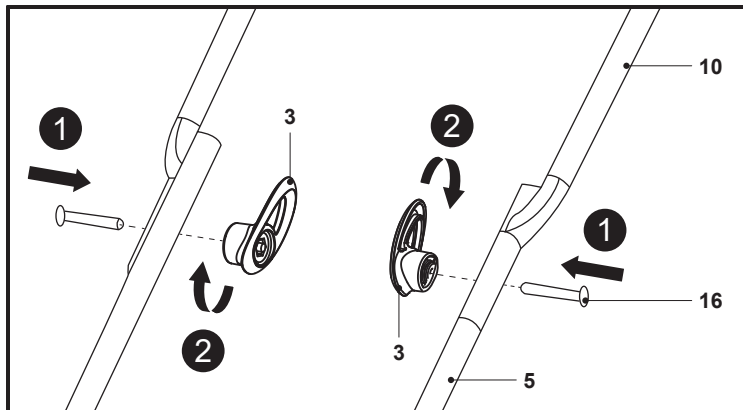

Fig. 3
2. Fixer le guidon supérieur (10) à l'aide des kits de montage (16) et des boutons de serrage (3) sur le guidon inférieur (5) (Fig. 3). Le guidon peut être placé à deux hauteurs différentes, pour assurer un confort d'utilisation optimal dans le cadre du fonctionnement normal.